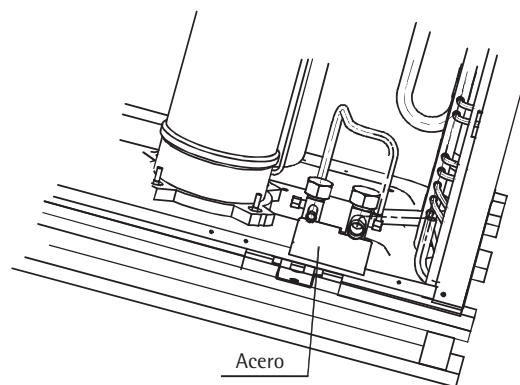

Fig.4-7
- Como se muestra en la Fig. 4-7, al soldar las líneas de conexión interior y exterior, acolchar con una lámina metálica por debajo de la válvula para evitar que las llamas quemen el chasis.